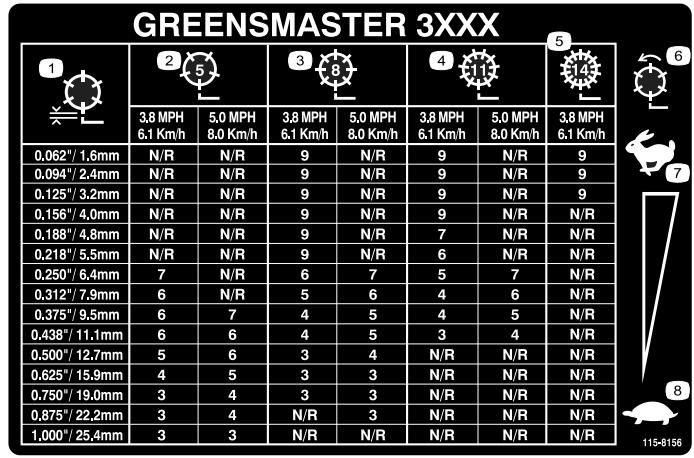

Figura 27
3. Utilizando o gráfico apropriado (Ver Figura 27) para as unidades de corte de 8, 11 ou 14 lâminas, escolha a velocidade adequada dos cilindros.